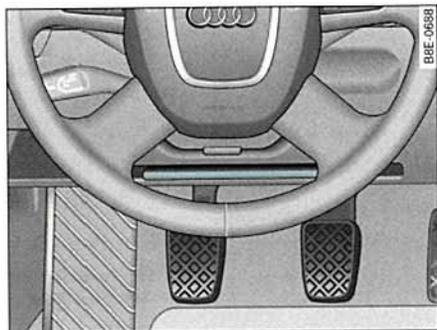

Fig. 120 Zona debajo del volante: Compartimento para la documentación de a bordo
- Guarde siempre la documentación de a bordo en el compartimento previsto para tal fin ⇒ fig. 120. ■